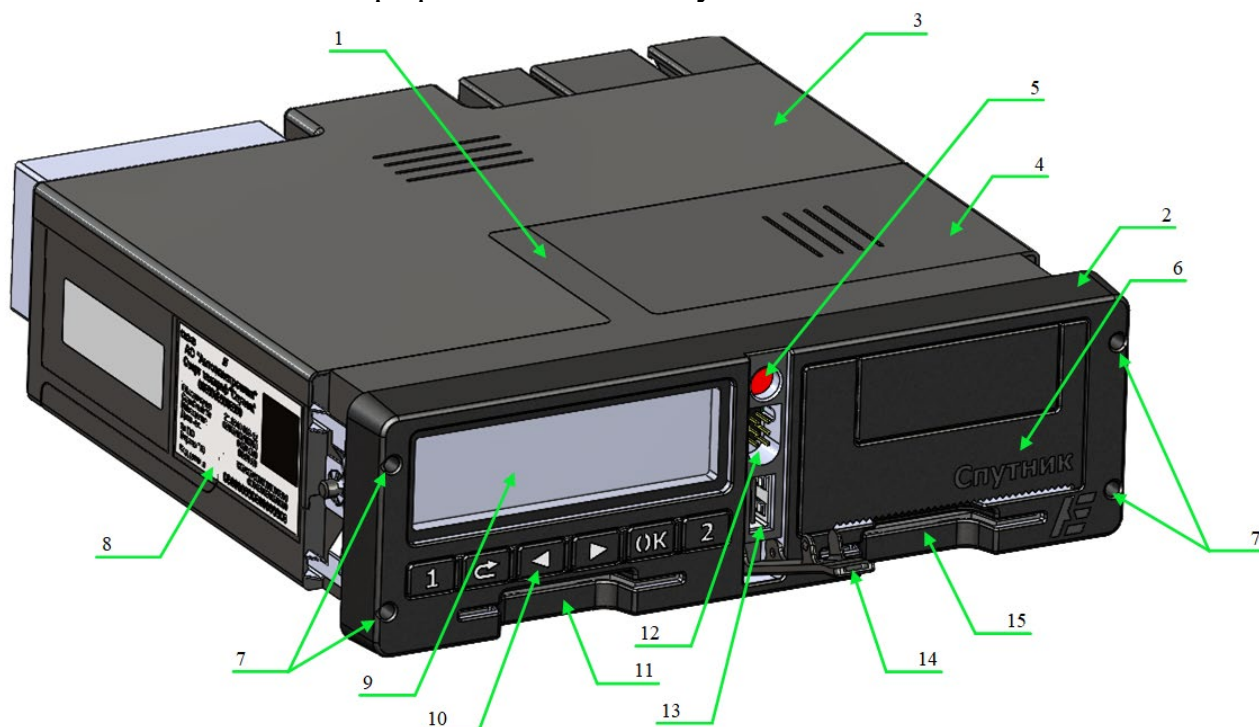
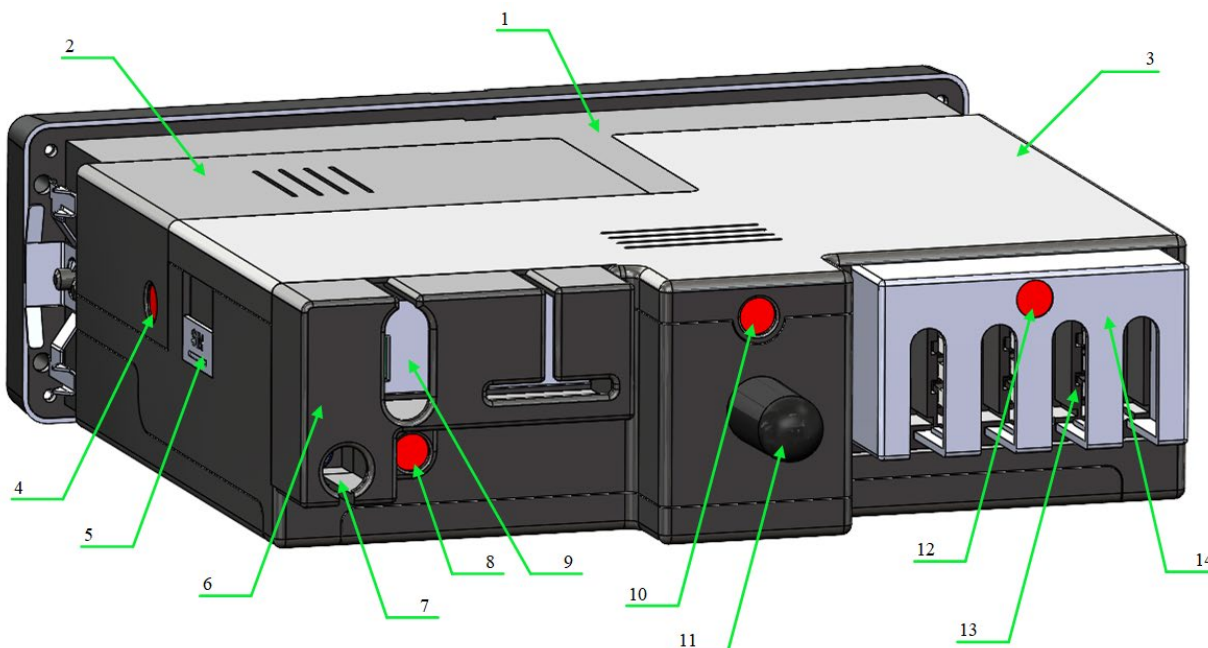

Рисунок 70. Тахограф – вид спереди.
Рисунок 71. Тахограф – вид сзади.
7.5.1 Извлечение тахографа из места крепления производится с помощью съёмников, входящих в комплект поставки. Их нужно одновременно с двух сторон ввести в отверстия (поз. 12 на Рисунок 70) и отжать с помощью них защелки. Для удобства вытягивания тахографа рекомендуется снять крышку принтера.
7.5.2 При отсутствии съёмников, можно одновременно с двух сторон ввести в отверстия (поз. 12 на Рисунок 70) две отвертки диаметром 3 мм, и отжать с помощью них защелки. Для удобства вытягивания тахографа рекомендуется снять крышку принтера.
Общий вид представлен на рисунках Рисунок 70 и Рисунок 71.
Внешний вид тахографа показан на Рисунок 70.
Вид тахографа с задней стороны показан на Рисунок 71.
- надпись «СПУТНИК» и логотип АО «Автоэлектроника» на крышке кассеты принтера с лицевой стороны тахографа (см. Рисунок 70);
- этикетка (см. Рисунок 72) с указанием марки тахографа, серийного номера, напряжения электропитания и даты выпуска, которая находится на корпусе (см. Рисунок 70 поз. 14);